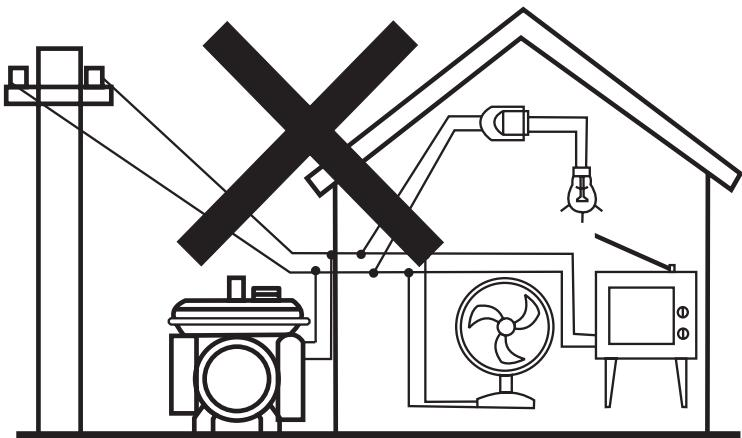

Рисунок 6 — Неправильное подключение генератора к промышленной электрической сети — без блокировок.
- ВНИМАНИЕ!** Неправильное подключение генератора к местной электросети может привести к подаче напряжения от нее в линию электропередач или наоборот (см. рис. 6).